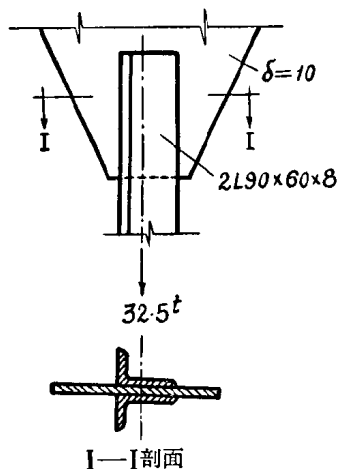

图 5
(1) 杆件尺寸及计算内力见简图 5;
(2) 钢材标号——3 号钢,